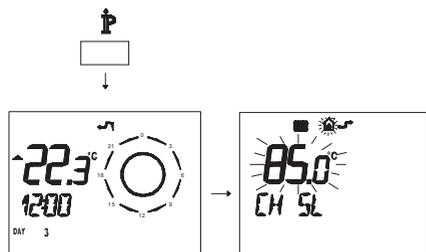

Figura 5.100
- Premere per più di 3 secondi il pulsante **P** per entrare in modalità **INFO** (Figura 5.100).